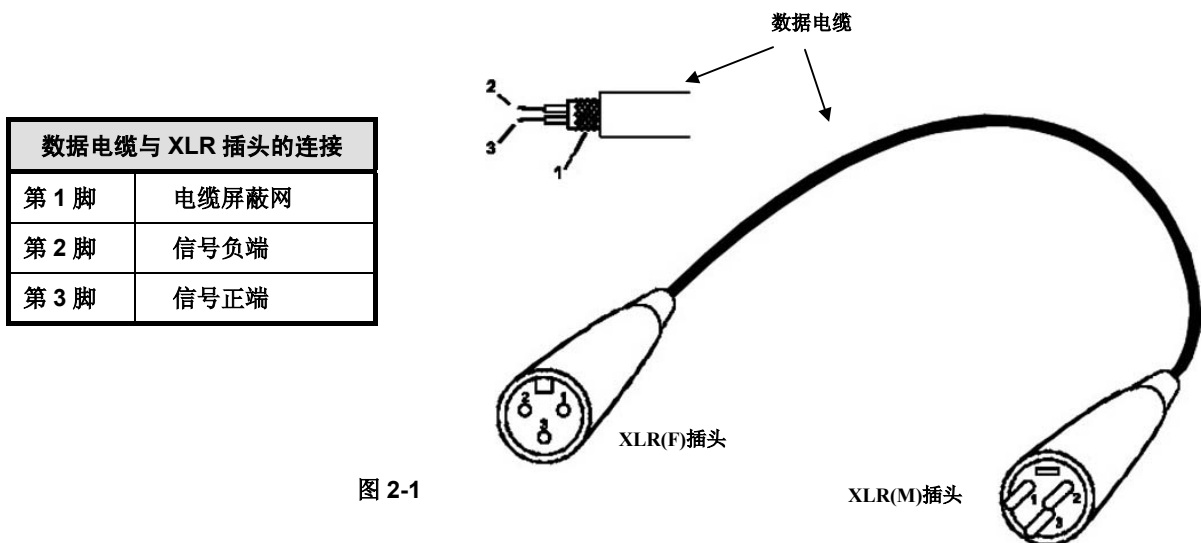

图 2-1
**CODE Control 72** 电脑调光控制台使用标准的 **3 芯 XLR(F)** 插座输出 **DMX512** 数码调光控制信号。电脑调光控制台与数码调光器之间采用数据电缆连接，数据电缆的一端采用 **XLR(F)** 插头，另一端采用 **XLR(M)** 插头，数据电缆必须采用带屏蔽网的双绞电缆，请见图 2-1。
**CODE Control 72** 电脑调光控制台与数码式调光器之间采用数据电缆连接，数据电缆详见第 3 页的图 2-1，有以下几种常用的连接方法：